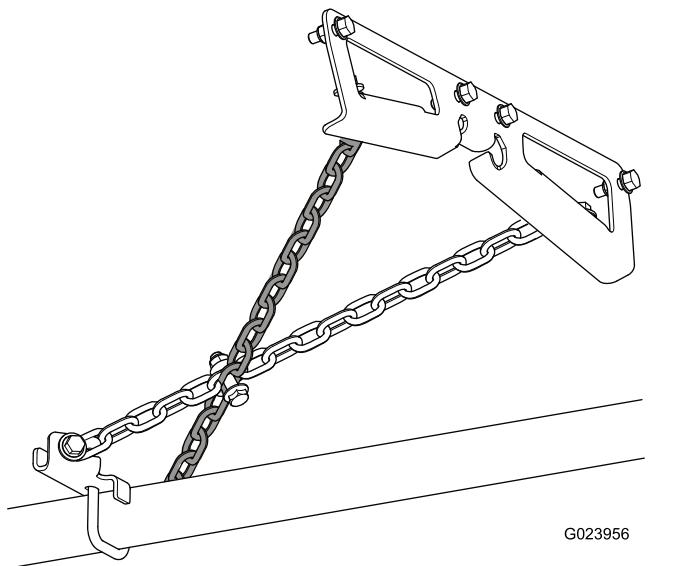

Figura 15
**Nota:** Asegúrese de que las cadenas están cruzadas, según se muestra en Figura 15.